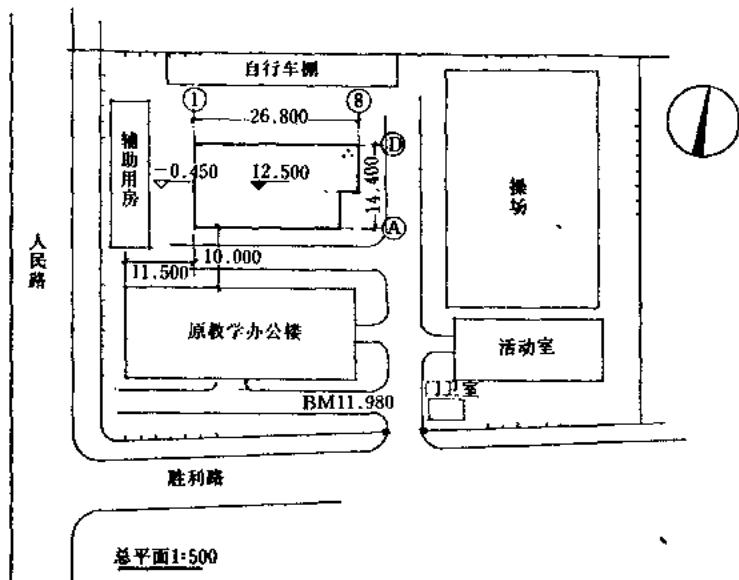

图 1-1 总平面图示意
1) 图1-1是该小学校的总平面图，校址位于胜利路和人民路交叉口。从图标可知是由×××××设计院设计。本图的图号为总施1。